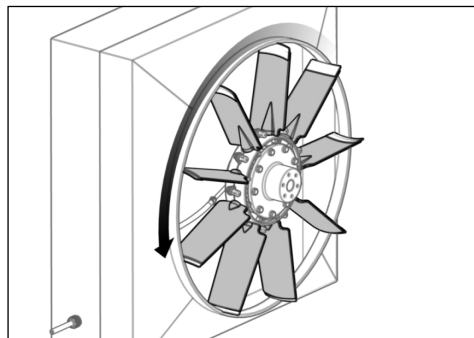

Bild 33
- 29) Roterar fläkten för hand (se Bild 33).